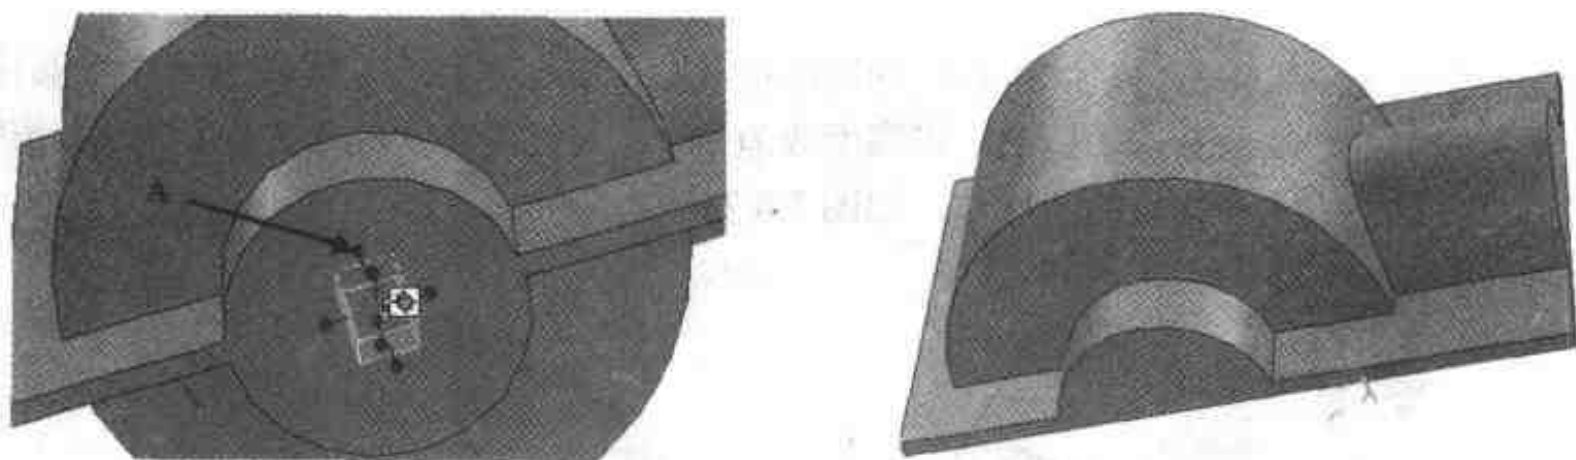

图 2.9 完成基本实体的造型
- (9) 从【图素】设计元素库中向图 2.9 所示的圆柱中心拖入一【孔类长方体】智能图素, 按住 Shift 键的同时拖动手柄 A, 使其到长方体的下表面平齐时再释放, 然后拖动其他 5 个智能手柄将长方体以下的部分遮住, 结果如图 2.9 右图所示。